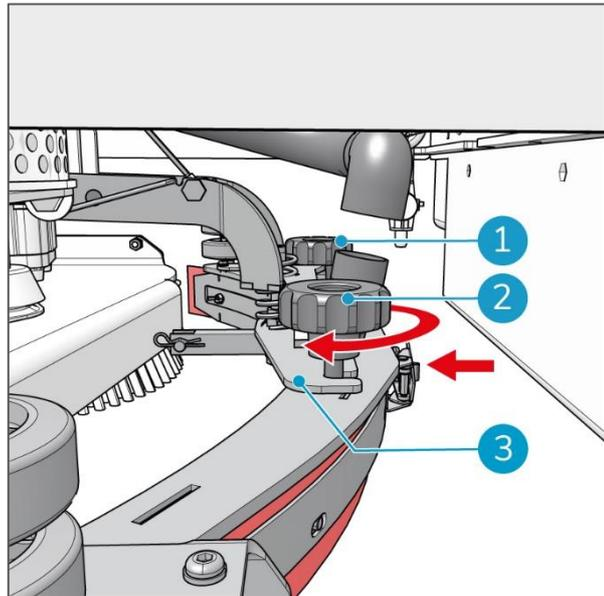

Figure 34
3. Faites glisser la molette rotative du corps de la raclette la plus éloignée de vous (Figure 34, pos. 1), dans l'encoche de la plaque de levage (Figure 34, pos. 3). Veillez à la pousser tout au fond de l'encoche.
4. Serrez la molette à la main (Figure 34, pos. 1).
5. Recommencez pour la molette rotative la plus proche de vous (Figure 34, pos. 2).